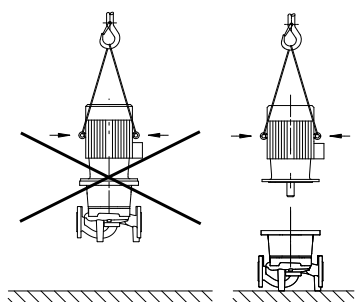

Fig. 16 : Elingage du moteur
- Les œillets de transport du moteur sont exclusivement dédiés au transport du moteur et non de la pompe complète (fig. 16).